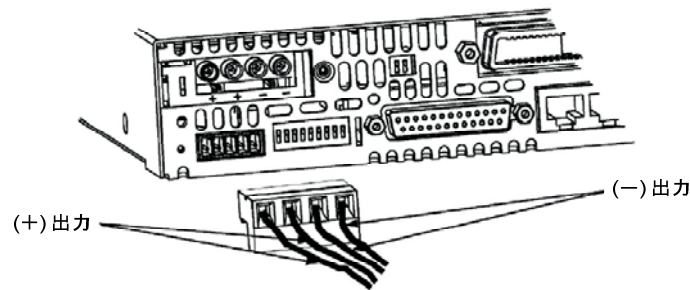

図 2-4 出力ターミナルへの負荷線の接続
- (1) 各負荷線の終端の被覆を約 10mm 剥いてください。
- (2) コネクタ端子ネジを緩めてください。
- (3) 剥離した線を端子の中に差込み、端子ネジをしっかり締めてください。
- ◆ 詳細は、下図 2-4 を参照してください。